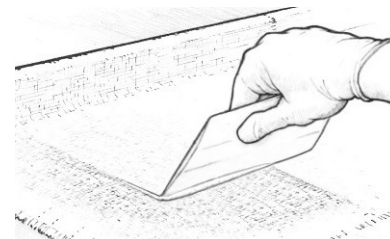

Figure 25 Raclez l'excès d'époxyde avant qu'il commence à gélifier.
6. Raclez tout excès d'époxyde avant que le premier lot ne se gélifie (Figure 25). Tirez l'épandeur doucement sur le tissu à un angle bas (presque plat), en chevauchant les coups et à pression uniforme. Utilisez assez de pression pour éliminer l'excès d'époxyde qui permet au tissu de flotter sur la surface, mais pas assez de pression pour créer des tâches sèches. L'excédent d'époxyde apparaît comme une zone brillante, tandis qu'une surface correctement humidifiée apparaît uniformément transparente, avec une texture de tissu lisse. Des couches d'époxyde ultérieures vont remplir le tissage du tissu.